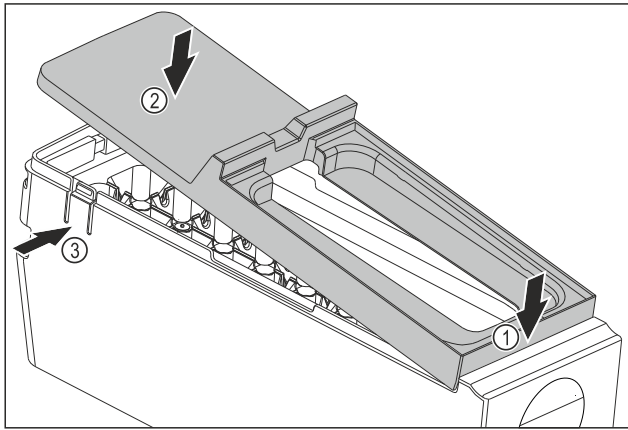

Fig. 186
- ▶ Montirajte pokrov glavnega dela EasyTwist-Ice: Pokrov spredaj namestite. Fig. 186 (1)
- ▶ Pokrov zadaj spustite. Fig. 186 (2)
- ▷ Pokrov se slišno zaskoči v obe sponi Fig. 186 (3).